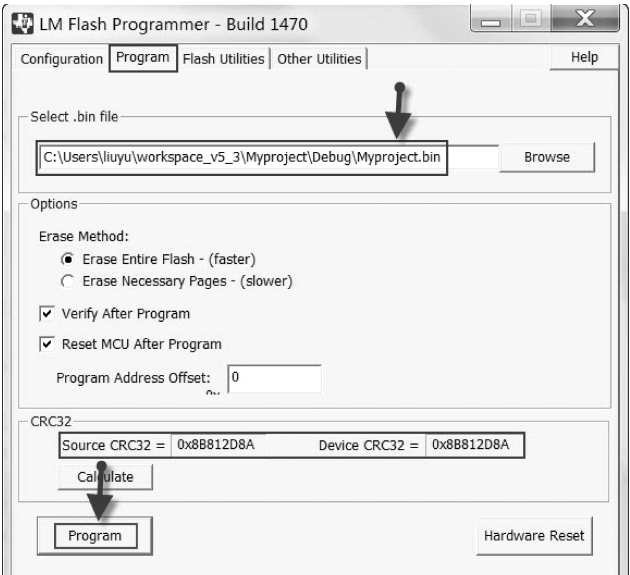

图 1-35 编程 Myproject. bin 格式文件到 EK - TM4C123GXL 评估板中
8) 单击 Program 选项下的 Program 按钮, 将 .bin 文件下载到 EK - TM4C123GXL 评估板中, 如图 1-35、1-36 所示。